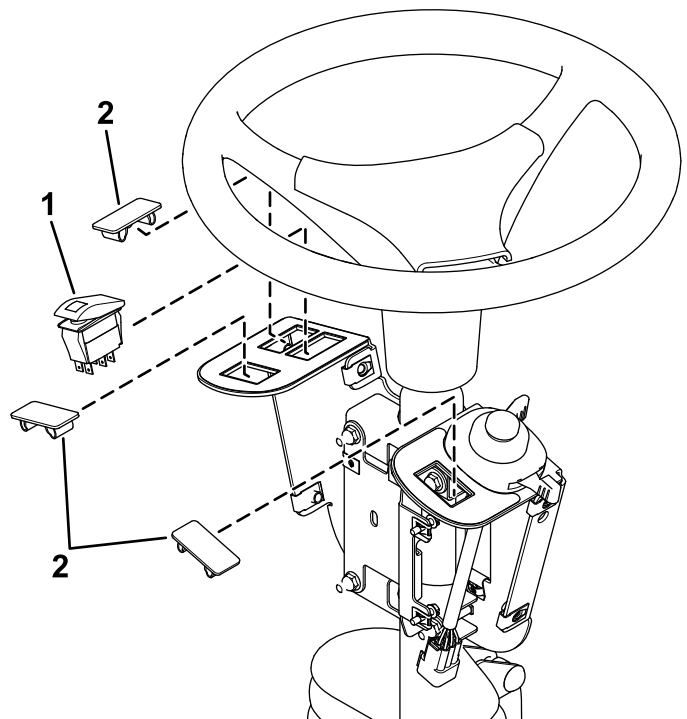

Figure 6
3. Installez l'interrupteur à bascule et les obturateurs de trou dans le support des commandes (Figure 6).